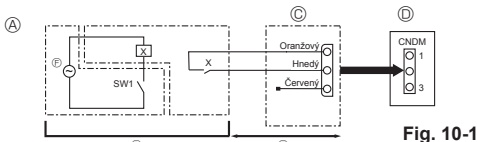

Fig. 10-1
10.1. Režim s nízkym hlukom (úprava na mieste inštalácie) (Fig. 10-1)